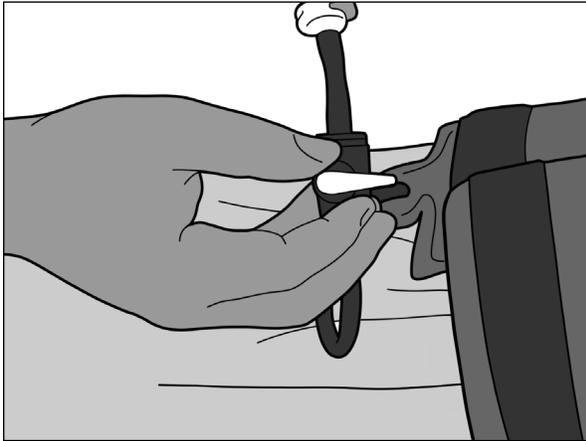

Figure 20
1. Vérifier que la valve d'arrêt est perpendiculaire à la tubulure (Figure 20).